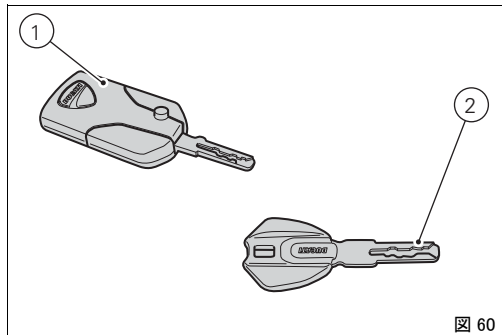

図 60
キー（図 60）
- アクティブキー 1 本 (1、図 60)。
- パッシブキー 1 本 (2、図 60)。
キー (1 または 2、図 60) をフィラープラグのロックやシートロックに挿したまま走行しないで下さい。抜けたり、思わぬ事故の元になります。また、強度の衝撃はキー機能と全回路に損傷を与える可能性があります。過酷な天候の下、キー挿入のまま走行することも、キー IC に損傷を与える可能性があります。洗車中にキーを車両の上に放置しないで下さい。防水対応はしておりませんので、損傷の可能性があります。